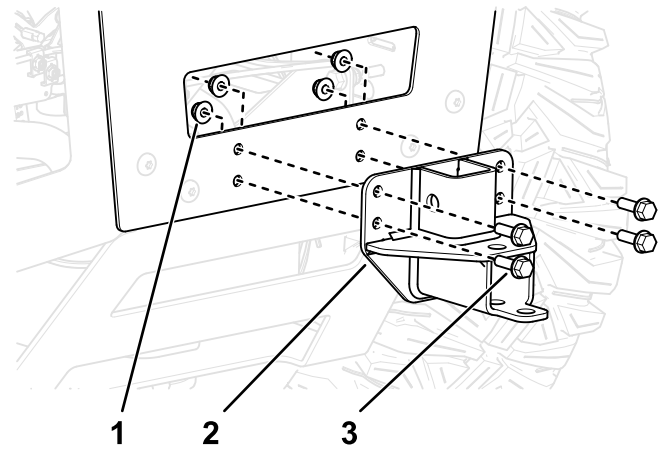

Figure 7
- 4. Montez le support de montage du système de ramassage sur la machine, comme montré à la Figure 7.